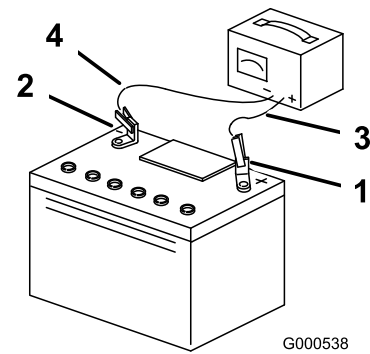

Figure 54
5. Quand la batterie est chargée au maximum, débranchez le chargeur de la prise, puis débranchez les fils du chargeur des bornes de la batterie (Figure 54).